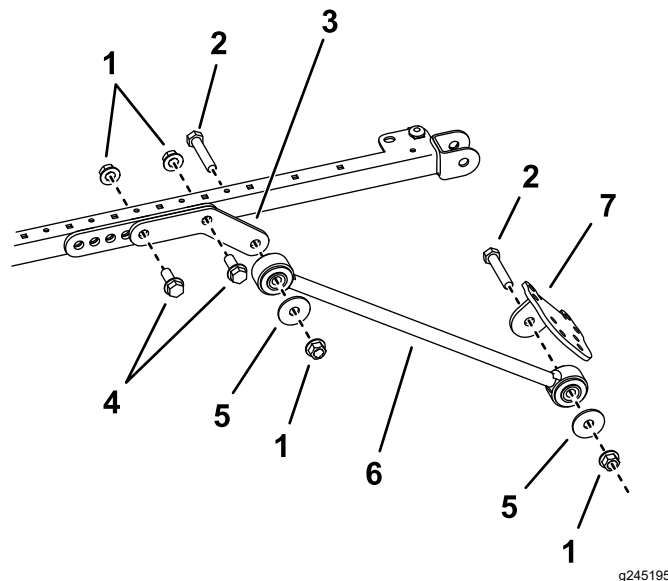

Figura 40
9. Em cada lado da estrutura do toldo, monte sem apertar uma articulação nos furos traseiro e central do suporte de montagem usando dois parafusos (1/2 pol. x 1 1/2 pol.) e duas porcas flangeadas (1/2 pol.), como se mostra na Figura 40.
10. Instale uma cinta ao exterior de cada articulação da extensão utilizando um parafuso (1/2 x 2 1/2 pol.), anilha (1/2 pol.) e uma porca flangeada (1/2 pol.), como se mostra na Figura 40.
11. Instale sem apertar completamente um suporte de cinta em cada cinta usando um parafuso (1/2 pol. x 2 1/2 pol.), anilha (1/2 pol.) e uma porca flangeada (1/2 pol.), como se mostra na Figura 40.